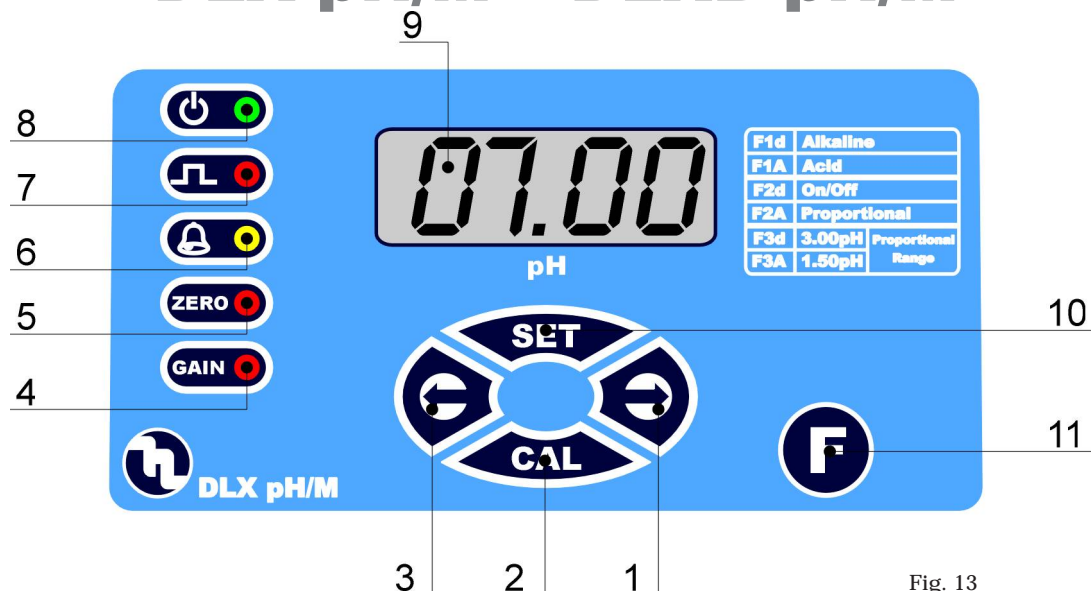

Fig. 13
6.1 - COMMANDES DE LA POMPE (Fig. 13)